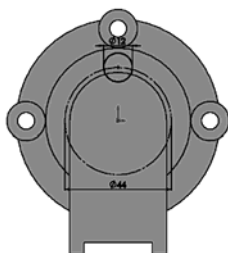

图 7-95 绘制凸台草图 4
2) 绘制凸台草图 4。单击“草图”工具栏中的 (圆) 按钮, 绘制如图 7-95 所示凸台草图 4。单击“尺寸/几何关系”工具栏中的 (智能尺寸) 按钮, 对草图进行尺寸标注, 调整草图尺寸, 效果如图 7-95 所示。